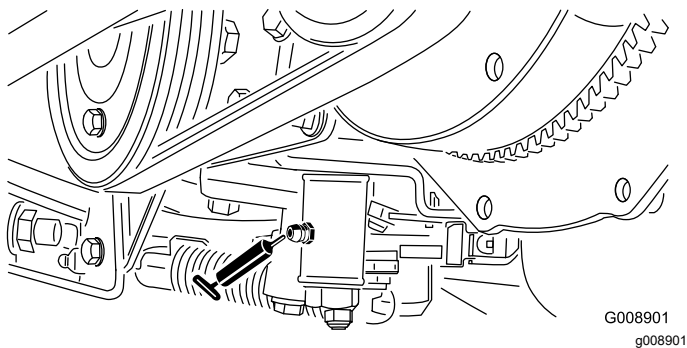

Bild 49
- Leerlaufeinstellung (Bild 49)